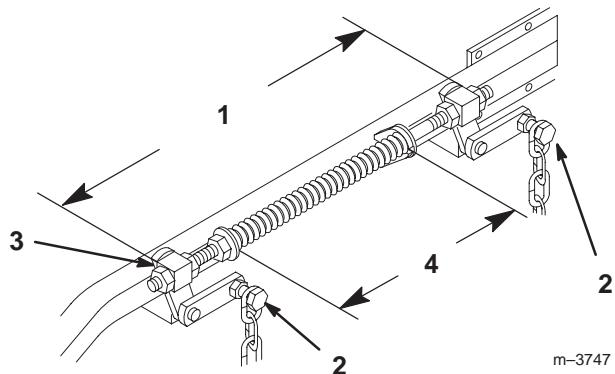

**Figure 60**
- Placez deux cales de 38 mm (1-1/2") d'épaisseur sous le bord inférieur arrière gauche et droit de la tondeuse. Placez une cale de 57 mm (2-1/4") sous le bord inférieur central avant de la tondeuse. Sélectionnez la hauteur de coupe de 51 mm (2") (Fig. 60).
1. Déplacez le levier de relevage du plateau de coupe à la position de transport (Fig. 60).